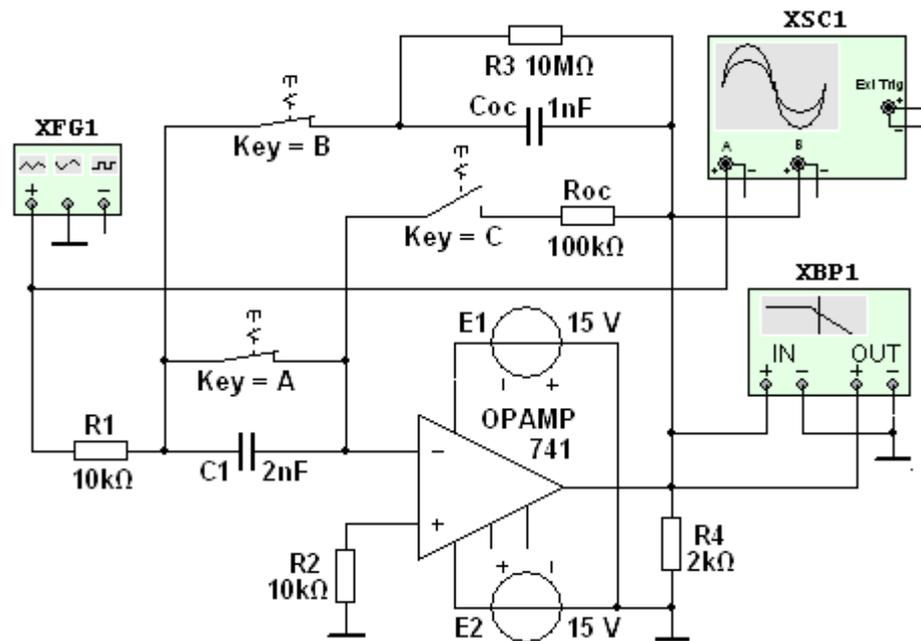
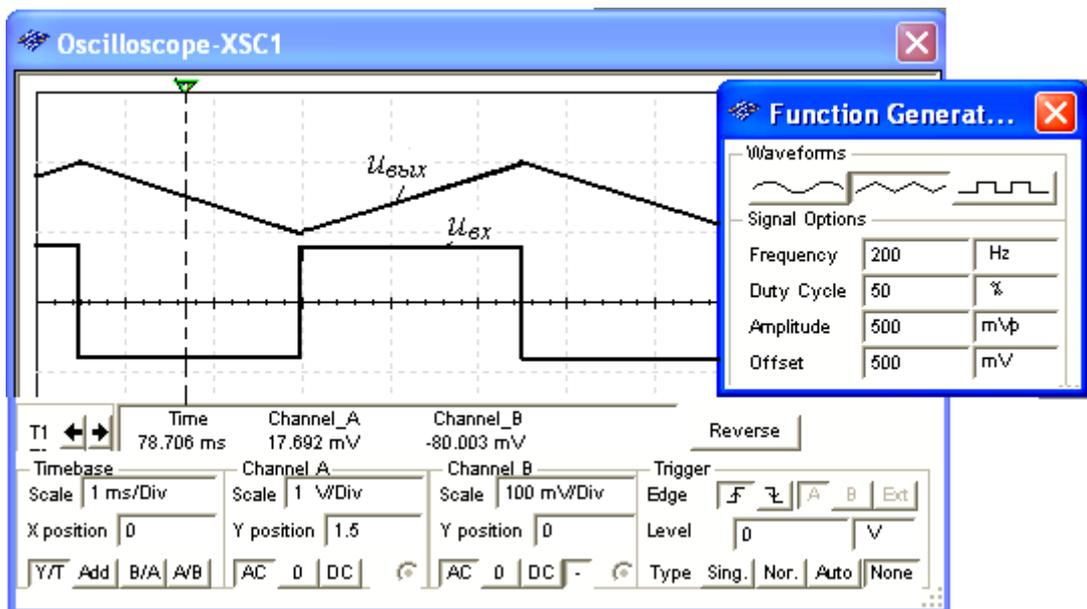
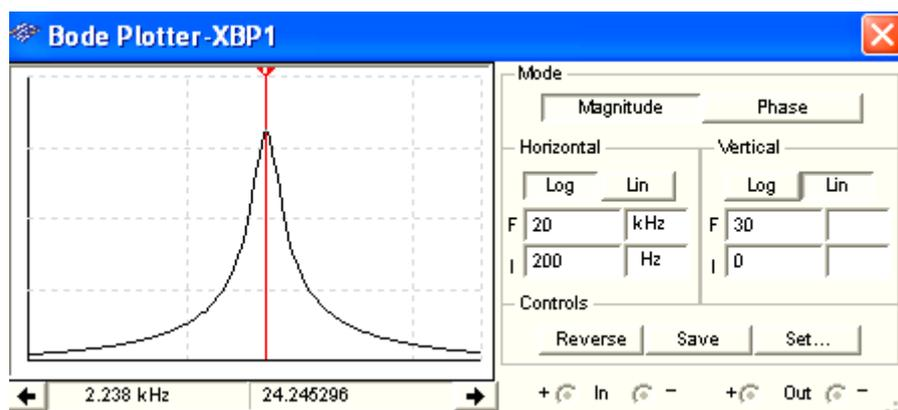

Рис. 3.8
Рис. 3.10
Рис. 3.11
Пункт 2) Задание 2. Открыть файл **3.8.ms10**, размещённый в папке с лабораторным заданием, или **собрать** на рабочем поле среды MS10 схему (рис. 3.8) для испытания *интегратора* (код 110 состояния ключей **A**, **B** и **C**: цифра 1 – ключ замкнут, цифра 0 – ключ разомкнут), *дифференциатора*
Скопировать схему (рис. 3.8) на страницу отчёта.
2.1. На вход *интегратора* (см. рис. 3.8, код 110) **подать** периодический сигнал $u_{вх}$ прямоугольной формы с амплитудой $U = 20$ мВ и длительностью импульса $t_u = 0,01T = 0,1$ мс, где период $T = 1/f = 1/100 = 0,01$ с, который формируется *функциональным генератором XFG1* после установки в его диалоговом окне (см. рис. 25.9, справа) амплитуды (**Amplitude**) $U_{вх} = 10$ мВ, частоты (**Frequency**) $f = 1200$ Гц, длительности (**Duty Cycle**) положительной полуволны меандра в пределах периода T , равной 1 %, и смещения (**Offset**) 10 мВ сигнала по вертикали от нулевого уровня.
2.2. Установить параметры функционального генератора **XFG1** (см. рис. 3.10, справа), сопротивления резисторов: $R_1 = 5$ кОм, $R_{oc} = 100$ кОм, ёмкость конденсатора $C_1 = 2$ нФ и **подать** на вход дифференциатора (см. рис. 3.8, код 001) сформированный генератором симметричный треугольный сигнал с амплитудой $U = 0,5$ В и периодом $T = 5$ мс. **Измерить** с помощью осциллографа амплитуду выходного сигнала $u_{вых}$ практически прямоугольной формы (рис. 3.10) и сравнить её значение с расчётным значением для идеального дифференциатора по времени
Скопировать (зарисовать) осциллограммы входного и выходного сигналов (см. рис. 3.10) на страницу отчёта.
2.3. Установить в диалоговом окне функционального генератора **XFG1** (см. рис. 3.10, справа) амплитуду напряжения 10 мВ и режим работы – "синусоидальное напряжение"; сопротивления резисторов $R_1 = 10$ кОм и $R_{oc} = 500$ кОм, ёмкость конденсаторов $C_1 = C_{oc} = 1$ нФ и **подать** на вход избирательного RC-усилителя с интегрирующей обратной связью (см. рис. 3.8, код 001) сформированный генератором синусоидальный сигнал. В диалоговом окне плоттера **XBP1** (рис. 3.11, справа) **задать** границы верхней и нижней частот моделирования АЧХ усилителя: $f_в = 20$ кГц, $f_н = 200$ Гц, границы уровней коэффициента усиления (30 и 0), логарифмическую шкалу для частот и линейную для АЧХ.
Скопировать график АЧХ избирательного усилителя (см. рис. 3.11) на страницу отчёта.
11. Укажите квазирезонансную **частоту** f_0 избирательного усилителя (см. рис. 3.8) при $R_1 = R_{oc} = 10$ кОм и $C_1 = C_{oc} = 4$ нФ.